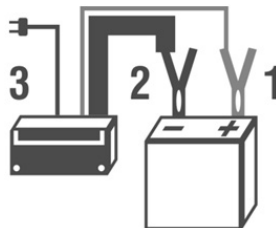

Fig. 5 – Sequência para ligar o carregador na bateria
2. Conecte a garra vermelha do carregador no polo positivo da bateria (posição 1 da Fig. 5);
3. Conecte a garra preta do carregador no polo negativo da bateria (posição 2 da Fig. 5)
4. Conecte o plugue na tomada (posição 3 da Fig. 5);